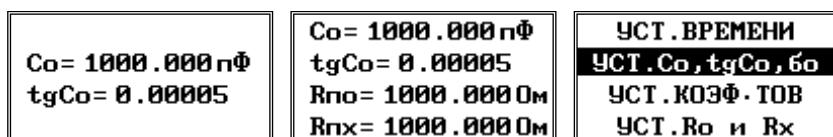

Рисунок 61
7.1.15 В данном случае это емкость C_0 и тангенс угла диэлектрических потерь $\operatorname{tg}(\delta_0)$ образцового конденсатора, а также сопротивления защитных резисторов R_{po} и R_{px} при выборе подрежима измерения с компенсацией помех общего вида (рисунок 61).